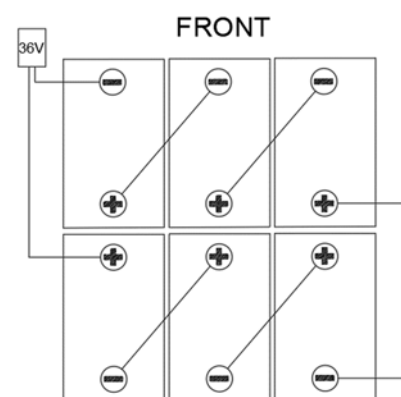

Рис. 5
Для работы машины требуется шесть батарей 6 В, подключенных и установленных в положениях, показанных на рис. 5.
- Машина оснащена кабелями, подходящими для установки двух 6 В батарей. Аккуратно вставьте батареи в отсек, затем правильно установите их, как показано на рис. 5. Правильно разместите установочную пластину батареи.
8. Направьте и установите кабель батарей, как показано на рис. 5, затем аккуратно зафиксируйте гайку на каждом выводе батарей.